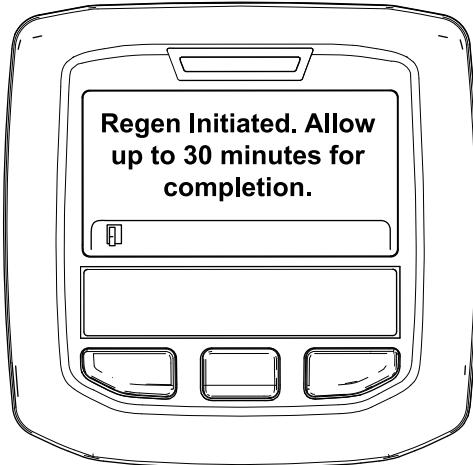

Bild 33
- Wenn die Regenerierung zugelassen wird, wird die Meldung „Regen. Initiated. Allow up to 30 minutes for completion“ im InfoCenter angezeigt. Warten Sie, bis die Maschine die geparkte Regenerierung abgeschlossen hat (Bild 33).